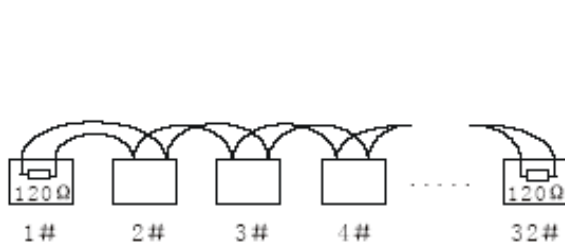
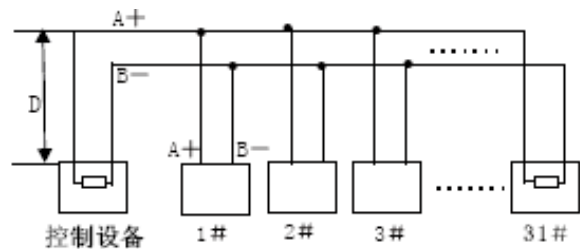

图 26
图 27
如图26 简化连接可采用图27，但“D”段距离不得超过7米。
3.2 设备终端120Ω电阻的连接方式 如图27